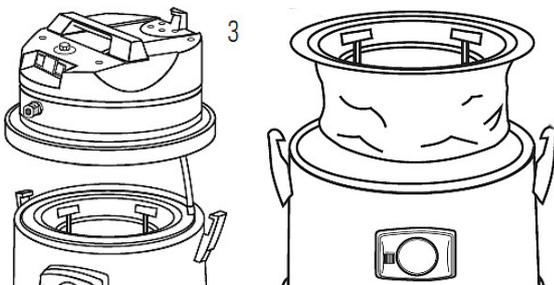

Fig.20: Reemplazo del filtro
Paso 1: Abra con cuidado el recipiente de la aspiradora especial. limpiador y retire el filtro B (Fig.20).